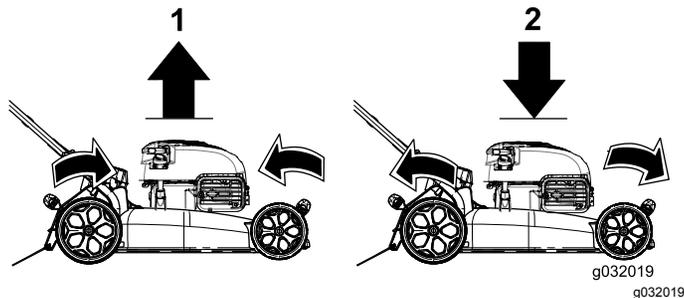

Figura 14
**Nota:** Para elevar o bajar la máquina, mueva las palancas de altura de corte según se muestra en Figura 14.